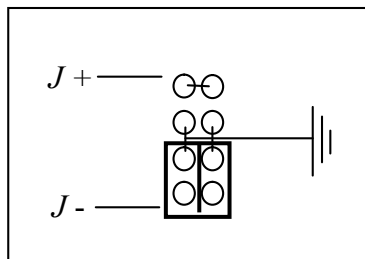

Рис. 5 Заземление минусовой клеммы
- 11.3 На основной плате возле отрицательной выходной шины найдите разъем заземления – см. рисунок 5. По умолчанию, заземление установлено по минусовой клемме источника.